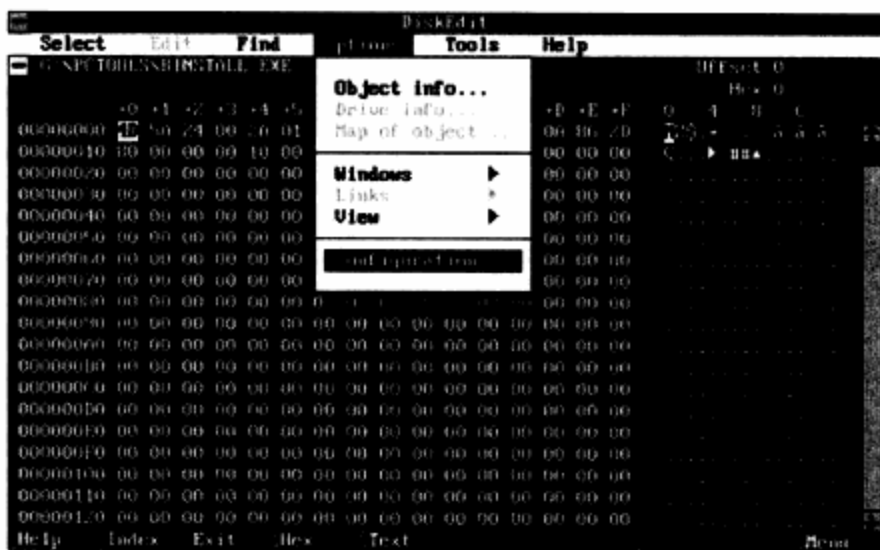

图9-40 选中Configuration选项
**步骤 03** 由于磁盘的修改必须生效，所以首先要去掉软件的只读模式，按Alt+O组合键并选择菜单Options选项中的Configuration选项。如图9-40所示。